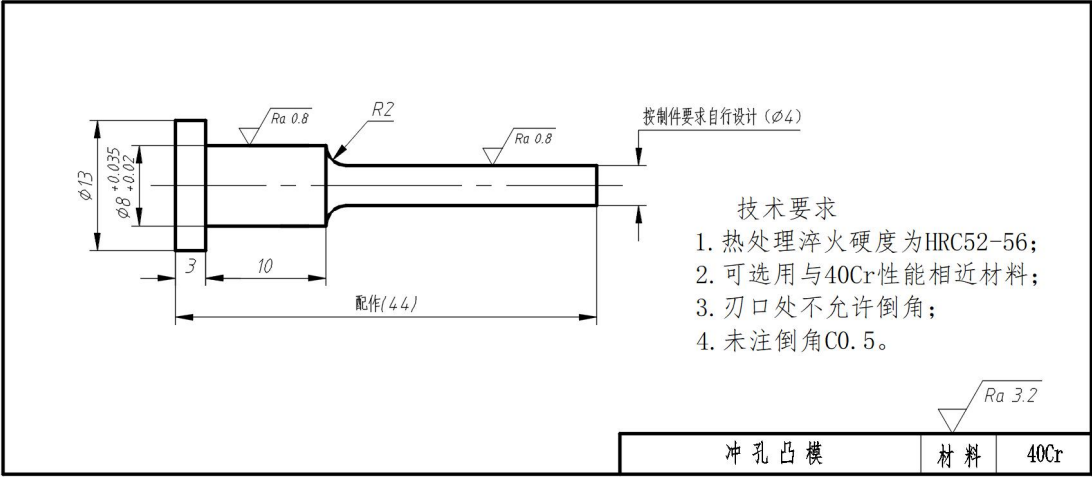

图 7 冲孔凸模示意图
3) 如图 7 所示，冲孔凸模（零件号 13）由选手于比赛前自行加工并带到赛场，开赛前裁判进行检验。不符合示意图 7 要求的酌情扣分。